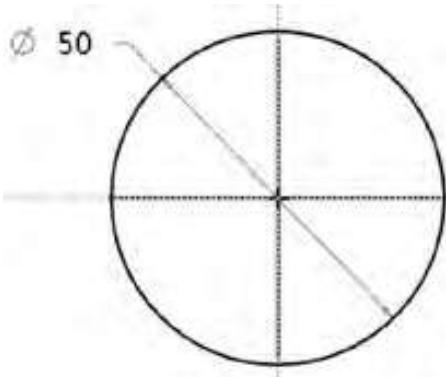

图4-2 绘制截面
Step 08 以原点为圆心，绘制一个圆，设置直径为 $\varnothing 50\text{mm}$ ，如图4-2所示。